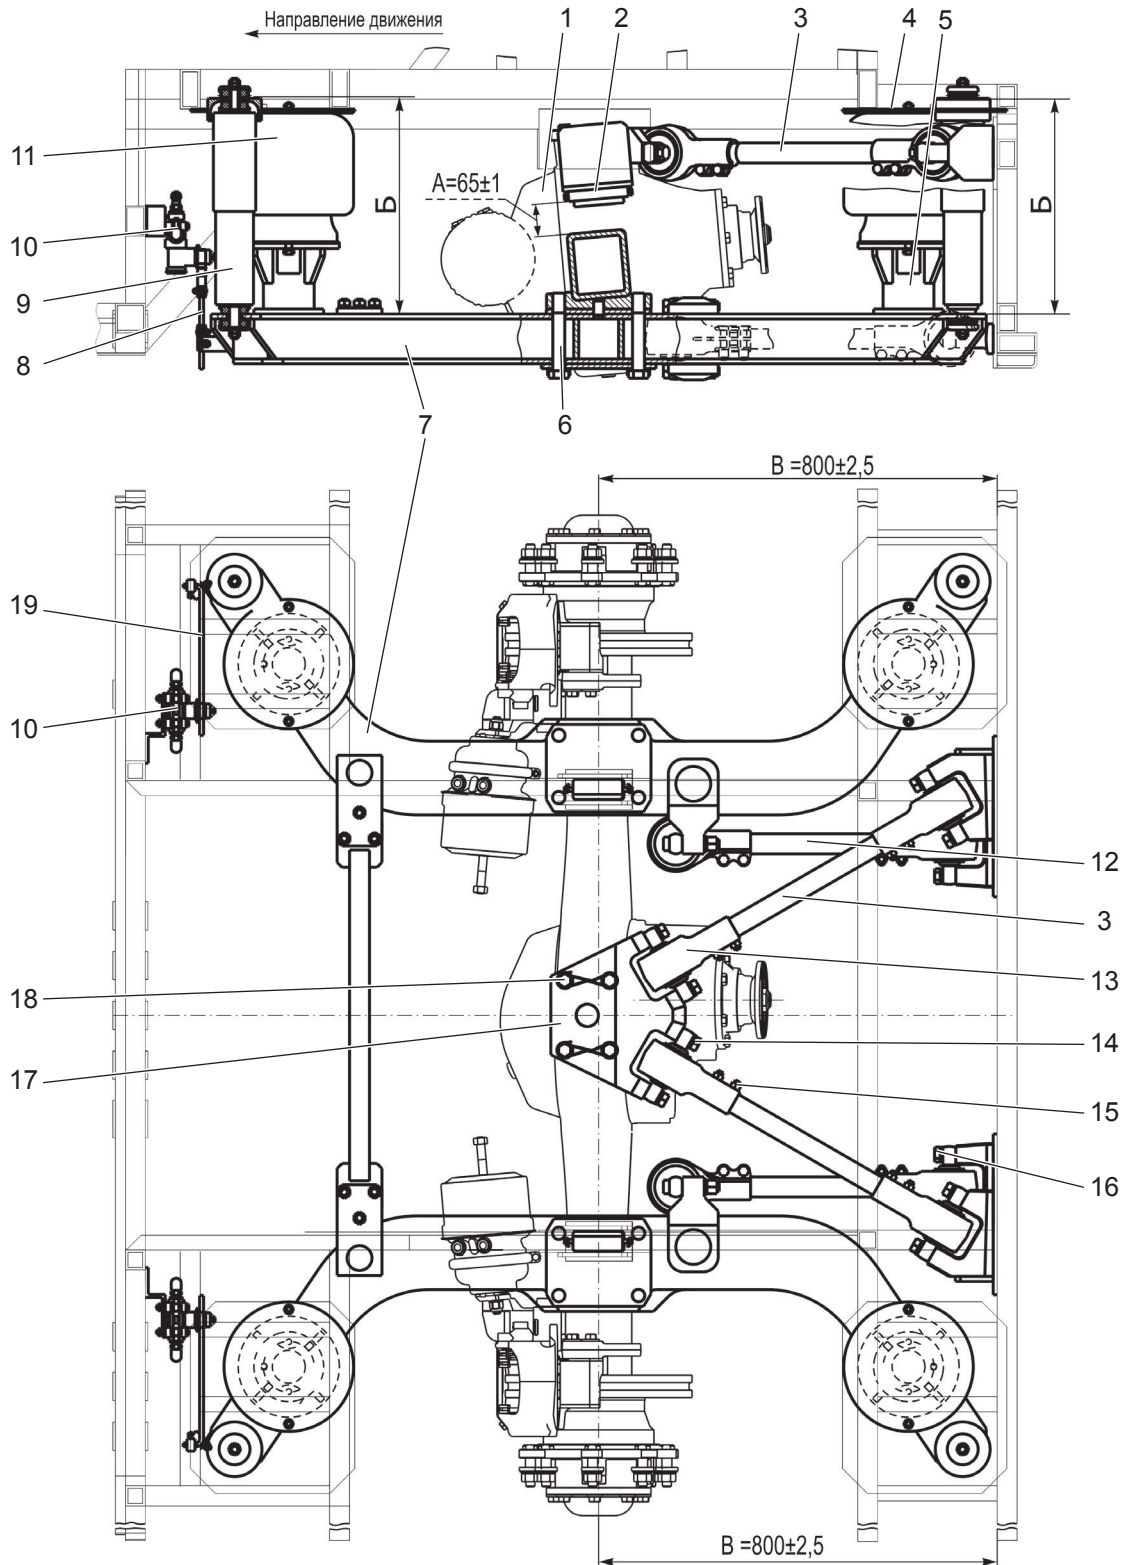
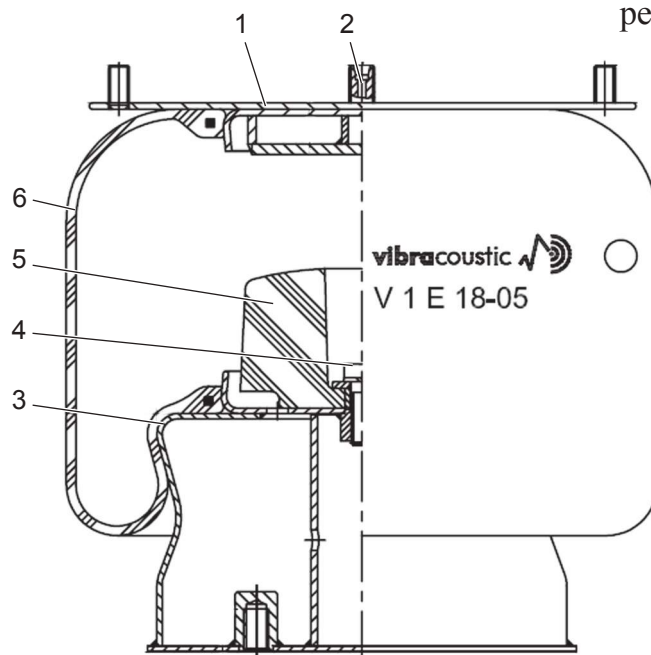

Рисунок 4.4.2 – Задняя подвеска автобуса:
Рисунок 4.4.4 – Баллон пневматической подвески:
Задний мост 1 (рис. 4.4.2), с закрепленными на нем балками подвески 7, шарнирно соединен с кузовом автобуса системой реактивных штанг, состоящей из двух
Передача вертикальной нагрузки от веса автобуса осуществляется через четыре **пневмобаллона** 11 (рис. 4.4.2). Резинокордная оболочка 6 (рис. 4.4.4) пневмобаллона своими внутренними посадочными диаметрами одевается на конусные поверхности, выполненные на поршне 3 и фланце 1.
Поршни пневмобаллонов 3 (рис. 4.4.4) закреплены болтами на стойках 5 (рис. 4.4.2), которые приварены к левой и правой балкам подвески. Фланцы крепятся гайками к опорам пневмобаллонов 4, которые приварены к каркасу кузова автобуса.
Для гашения колебаний, возникающих при движении автобуса по неровностям дороги, в подвеске установлены четыре гидравлических амортизатора 9 (рис. 4.4.2) двустороннего действия телескопического типа. Корпус амортизатора закреплен через резиновые подушки на балках подвески 7, а шток амортизатора – на кронштейне каркаса автобуса.
– крепление балок подвески 7 (рис. 4.4.2) к ведущему мосту 1. Момент затяжки болтов 6 – 432...490 Н·м. После затягивания болты должны быть застопорены отгибанием края стопорных пластин на грани болтов. При проведении первого ТО-1 провести инструментальный контроль момента затяжки болтов;
Уровень пола автобуса считается нормальным, если расстояния «А» (рис. 4.4.2) между поверхностью картера моста и обоями буферов 2 с левой и правой стороны равны 65 ± 1 мм.
Мост должен располагаться симметрично относительно колесных арок, контроль производить измерением расстояния между поперечной балкой каркаса и осями ступиц колес ведущего моста (расстояние «В» (рис. 4.4.2) должно быть $800 \pm 2,5$ мм).
Уход за баллонами пневматической подвески заключается в осмотре резинокордной оболочки 6 (рис. 4.4.4) на наличие трещин, протертых мест и прочих дефектов, которые приводят к выходу сжатого воздуха из пневмосистемы подвески.
Передача вертикальной нагрузки от веса автобуса осуществляется через два пневмобаллона 1, аналогичные по конструкции пневмобаллонам задней подвески (см. рис. 4.4.4).